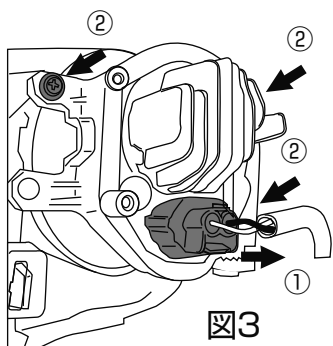

図3
3. ①車両側電源コネクタを外し、②スクリーンを外し純正LEDフォグを外してください。(図3)